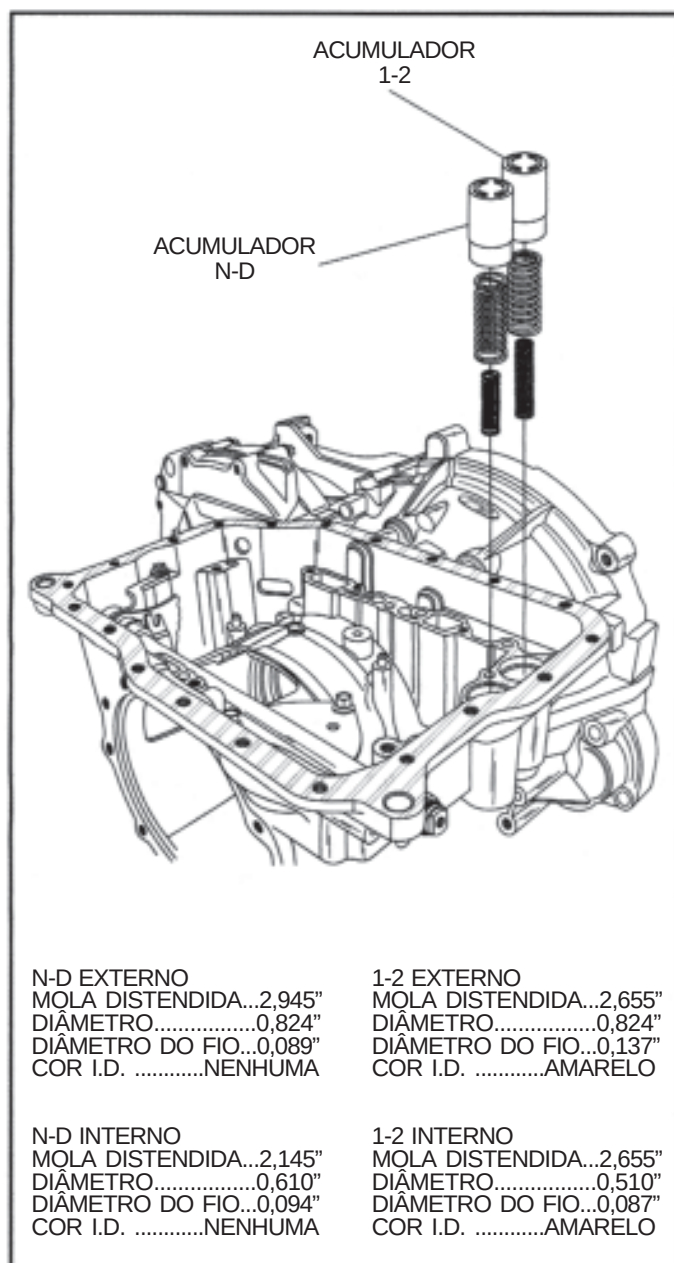

Figura 156
11. Instale dentro da cavidade mais próxima ao sino do conversor o pistão do acumulador 1-2 e as molas, conforme ilustrado na Figura 156.
12. Instale dentro da cavidade da carcaça o pistão e as molas do acumulador N-D (Vide Figura 156).
Obs.: Cada um dos acumuladores tem 2 molas. As 4 molas são de tamanhos diferentes. As especificações das molas estão detalhadas na Figura 156. Os pistões dos dois acumuladores são iguais.